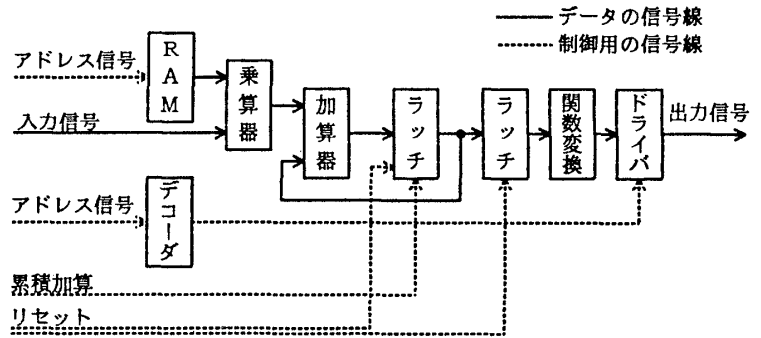

図3 デジタルニューロン回路
3. ニューロン回路方式 現在、世界的に主流のアナログ方式1)では、 $10^4$ ニューロン/ウェーハもの高集積化は本質的に困難と考える。そこで、デジタル回路のみで構成したニューロンの一例を図3に示す。シナプス回路は乗算器で構成する。細胞体回路は、加算器、Sigmoid関数回路等より成る。本例では約750ゲートで構成できる。